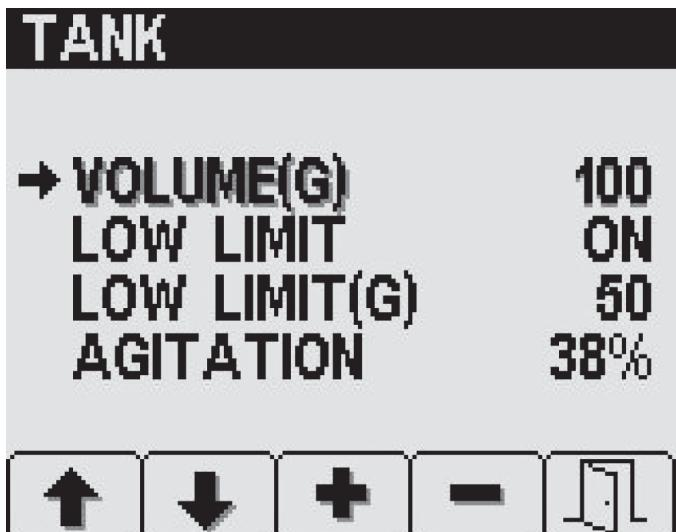

Рисунок 10
- Нажимая кнопку 2, перейдите к пункту, который требуется изменить (Рисунок 10).
- Установите требуемое значение с помощью кнопок 3 и 4 (Рисунок 10).